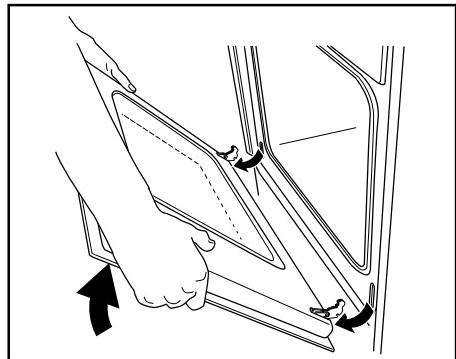

Abb. 9
- 4)** fassen Sie die Tür an den beiden Außenkanten und schließen Sie die Tür nur ca.45° (Abb. 9);
- 5)** ziehen Sie die Tür nach vorne aus ihrem Sitz (Abb. 9);